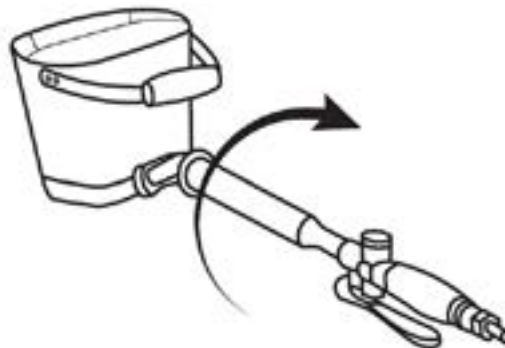

Рис. 4
4. Для завершения сборки прикрутите собранный воздушный патрубок к ковшу (Рис. 4).